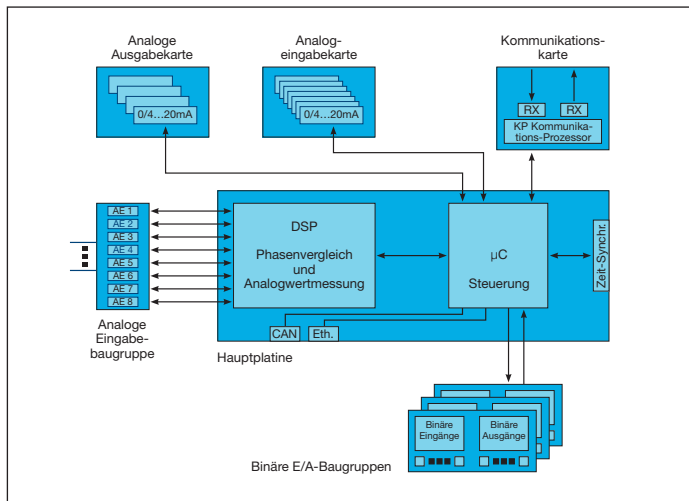

Abbildung 3-1 SUE 3000 Blockdiagramm (Zentraleinheit)
Die Schnellumschalteneinrichtung SUE 3000 basiert auf einem echtzeitfähigen Mikroprozessorsystem. Die Mess- und Analogsignalverarbeitungsfunktionen werden von einem digitalen Signalprozessor (DSP) ausgeführt. Die Steuerungsfunktion und die Schnittstelle zu den binären Ein- und Ausgabebaugruppen werden von einem Mikrocontroller (MC) übernommen. Der Kommunikationsprozessor (CP) wird benötigt, um die Kommunikation zu einem Stationsleitsystem herzustellen. Abbildung 3-1 zeigt das Blockdiagramm der Zentraleinheit der SUE 3000.